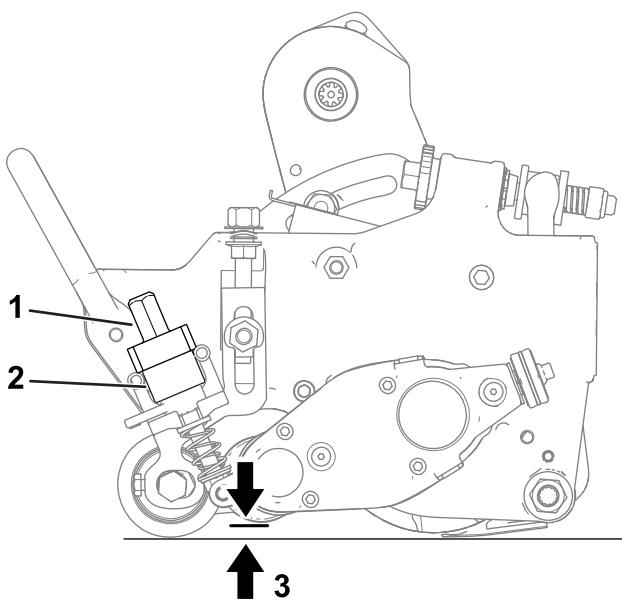

Figura 19
- A. Certifique-se de que as alavancas de libertação rápida (Figura 19) estão na posição de OPERAÇÃO (ou seja, a alavanca está virada na direção da frente da unidade de corte).
- B. Na extremidade do cilindro do rastelo, meça a distância que vai da ponta da lâmina mais baixa do dispositivo até à superfície de funcionamento (Figura 19). Rode o manípulo de ajuste da altura (Figura 19) para levantar ou baixar a ponta da lâmina do rastelo, até à altura desejada.